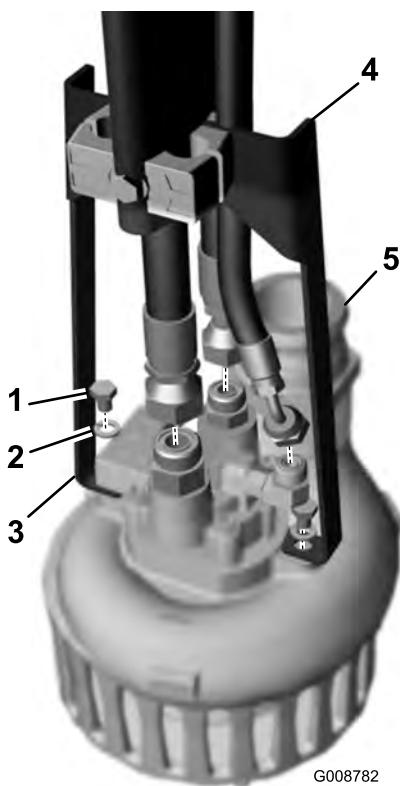

Figura 6
7. Monte el asa del nuevo conjunto de manguitos hidráulicos en la bomba, usando los pernos y las arandelas que se retiraron anteriormente (Figura 6). El asa debe orientarse con las curvas de la parte superior del soporte del asa hacia el acoplamiento de la manguera de descarga.
8. Conecte los manguitos hidráulicos a los acoplamientos rectos (Figura 6).